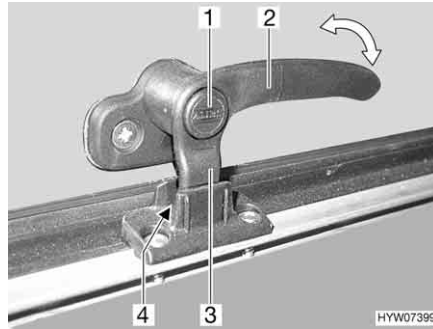
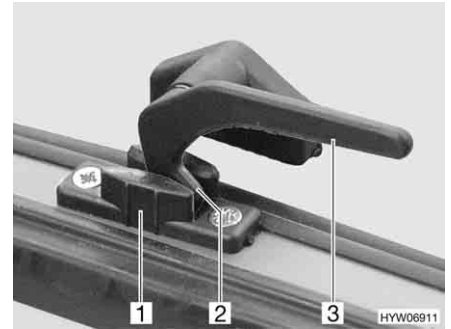

Bild 76 Verriegelungshebel mit Sicherungsknopf in Stellung "Dauerbelüftung"
Bild 77 Verriegelungshebel in Stellung "Dauerbelüftung"
- in Stellung "Dauerbelüftung" (Bild 76 und Bild 77)
- Wenn vorhanden, Sicherungsknopf (Bild 76,1) drücken und gedrückt halten.
- Den Verriegelungshebel (Bild 76,2 oder Bild 77,3) eine viertel Umdrehung zur Fenstermitte hin drehen.
- Den Verriegelungshebel wieder zurückdrehen. Die Verriegelungsnase (Bild 76,3 oder Bild 77,2) am Verriegelungshebel dabei in die Aussparung der Fensterverriegelung (Bild 76,4 oder Bild 77,1) einfahren.
- Wenn vorhanden, Sicherungsknopf (Bild 76,1) loslassen.